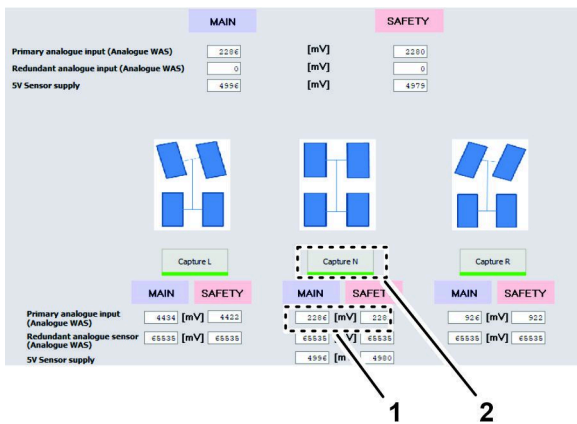

Figura 150
8. Haga clic en el icono CAPTURA N (Figura 150).